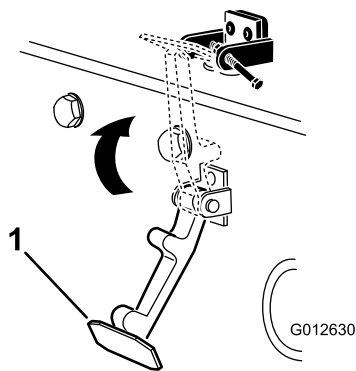

Bild 8
6. Haken Sie den Riegel in die Halterung des Motorhaubenriegels (Bild 8).